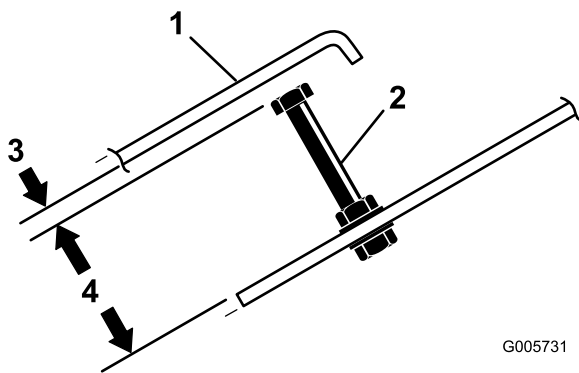

Bild 70
2. Lösen Sie die Sicherungsmuttern und stellen Sie die Anschlagsschraube des Fahrpedals auf eine Länge von 7,6 cm ein (Bild 70).